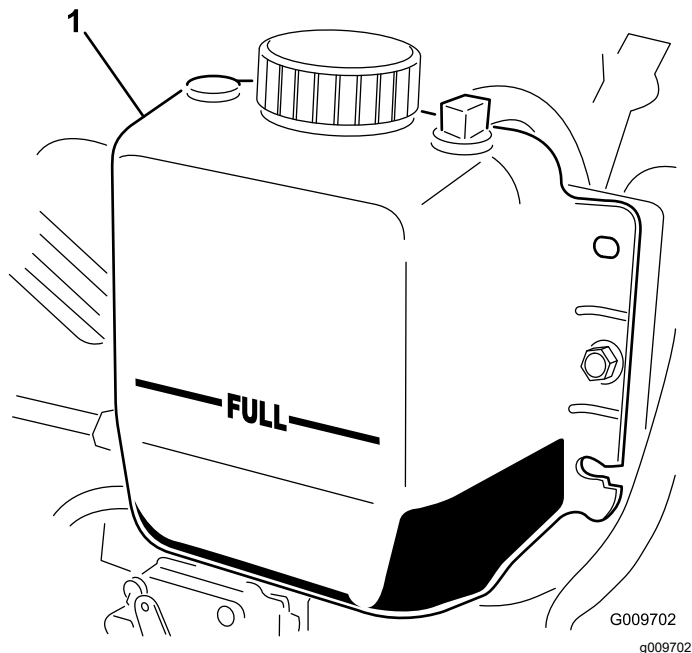

图 75
3. 检查散热器冷却液液位。散热器中的冷却液应添加至加液口颈的顶部而膨胀水箱中的冷却液应添加至已满标记处图 75。